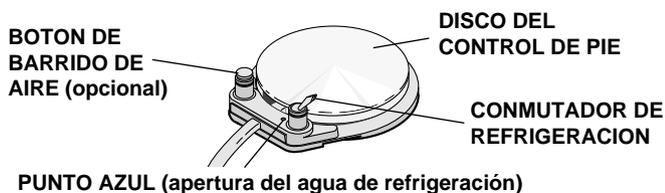

Figura 3. Control de pie
El control de pie tiene instalado un conmutador de refrigeración y puede equiparse con un botón de barrido de aire opcional (*véase figura 3*).
3. Coloque el conmutador de refrigeración del control de pie (véase la figura 3 en la página 3) en la posición OFF (apagado), alejado del punto azul.
3. Coloque el conmutador de refrigeración del control de pie (véase la figura 3 en la página 3) en la posición OFF (APAGADO), alejado del punto azul.
3. Coloque el conmutador de refrigeración del control de pie (véase la figura 3 en la página 3) en la posición ON (encendido), hacia el punto azul.